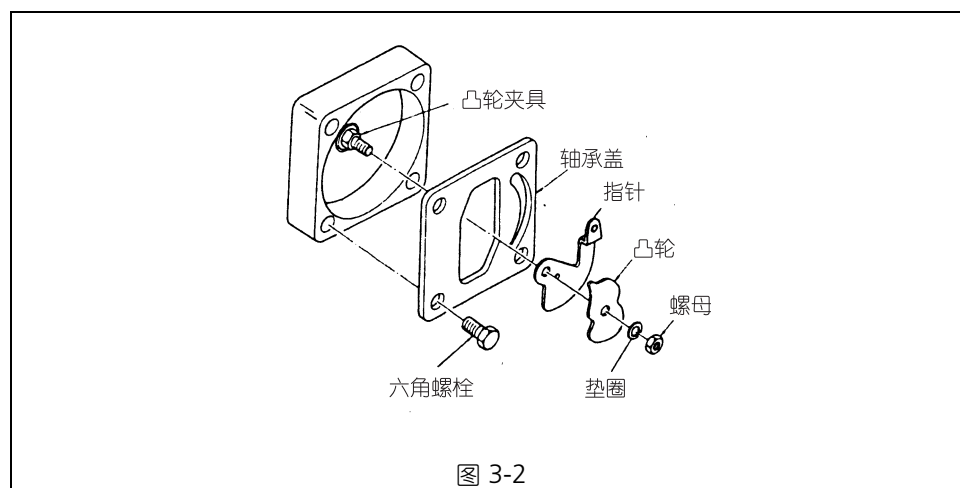

图 3-2
- (1) 参照第 4 章“阀门定位器”，先将阀门定位器从阀本体上分离。
- (2) 分离阀门定位器后，拆下螺母并拆下阀杆前端的凸轮和指针。（参照图 3-2）（仅适用于 VPR 型阀门定位器）
- (3) 阀反作用时，在执行器杆上加有预紧力，因此松开将执行器杆紧固到叉的锁紧螺母，然后松开松紧螺丝以消除力。